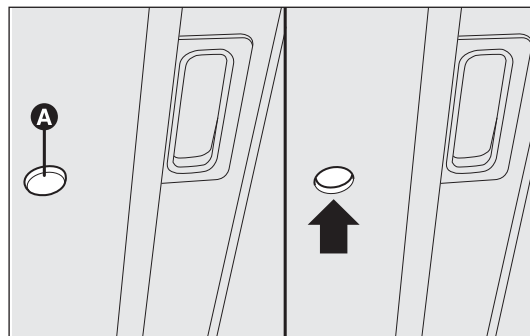

fig. 77
- ☐ introduire cette clé dans le logement A-fig. 77 et tourner :